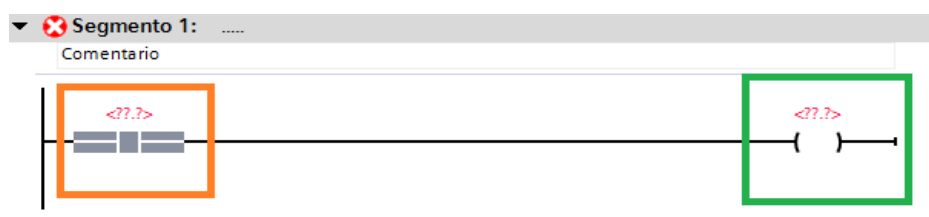

Figura 108: Injertar entrada y salida.
1. Insertar una entrada como indica el cuadro naranja y una salida como indica el cuadro verde Figura 108.